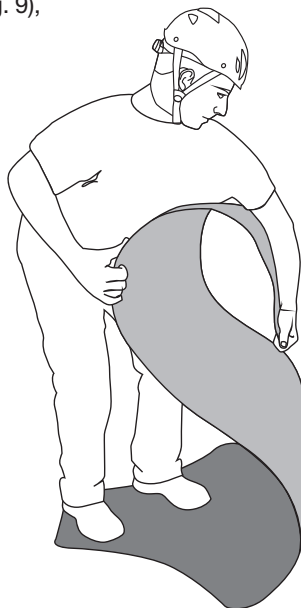

Fig.9
- Togliere il telo **“ROLLY”** dalla sacca di trasporto (O) e rimuovere la fettuccia con cricchetto (N),
- distendere il piano d'appoggio (A) e renderlo piatto riavvolgendo al contrario le estremità e piegando la parte centrale (fig. 9),